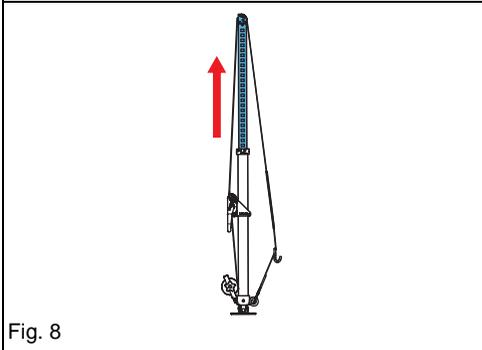

Fig. 8
- Extienda la riostra en V. Consulte el capítulo Fig. 8.